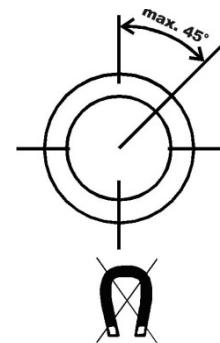

Fig. 1
- ↳ Ne montez les commutateurs qu'en position verticale, écart 45° max. (→ Fig.1).